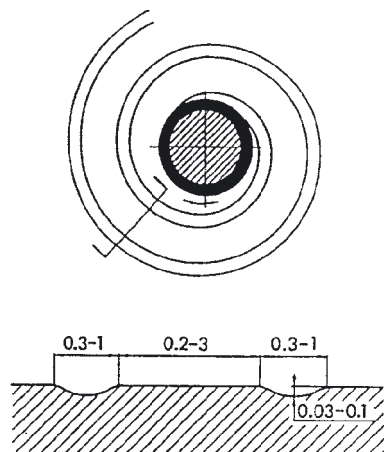

Рисунок 5
2. Выбрать направление спирали, учитывая направление вращения. При вращении кромка должна выдавливать масло изнутри наружу. Наблюдая за контактной поверхностью, спираль должна раскрываться в ту сторону, куда вращается кромка V-образного кольца (см. рисунок 5).
Для безопасного исключения этого недостатка канавку также можно создать пневматическим шипом, установленным в зажиме инструментов в станке и перемещаемым с необходимой скоростью. Для спиралей действительны следующие приблизительные величины: ширина канавки 0,3 - 1,0 мм, глубина 0,03 - 0,1 мм, подъем 0,2 - 3 мм. Подъем необходимо выбрать с учетом окружной скорости. Более высокая скорость требует меньший подъем и наоборот, см. рисунок 5. В результате насосного эффекта бывает в уплотнение подано определенное количество воздуха. Поэтому важно, чтобы уплотнение не работало в закрытом пространстве, чтобы была возможность подачи воздуха и спираль не создавала в полости избыточное давление.